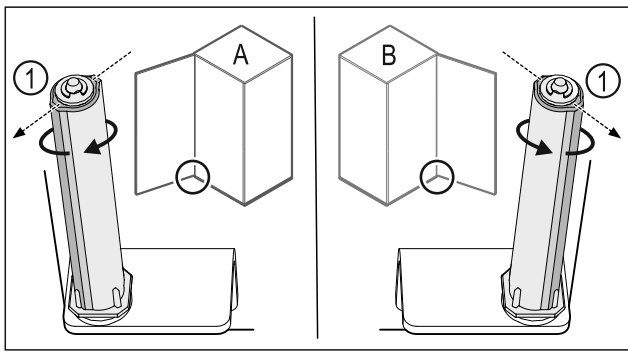

Fig. 39 Linksanschlag (A) / Rechtsanschlag (B)
- ▶ Schließsystem gegen den Widerstand drehen, bis der Steg des Schließsystems Fig. 39 (1) nach außen zeigt.